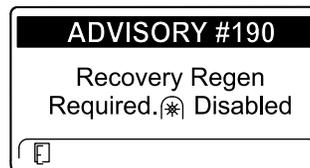

Рисунок 51
- Требуется восстановительная регенерация — механизм отбора мощности выключен, ИНФОРМАЦИОННОЕ СООБЩЕНИЕ № 190 (Рисунок 51)